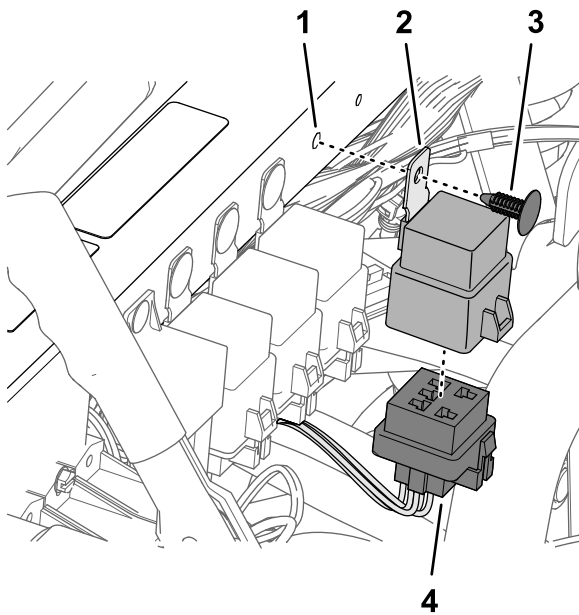

Figure 186
1. Branchez le connecteur à 5 broches du relais au connecteur à 5 douilles (Figure 186) du faisceau du kit étiqueté ASC 10 ENABLE RELAY.
- Alignez le trou dans la patte de montage du relais et le trou dans le tube de support amortisseur, puis fixez le relais au tube avec une fixation à pression (Figure 186).